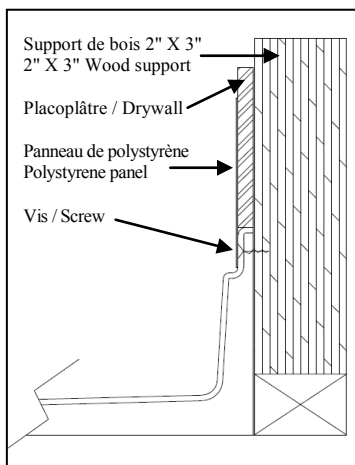
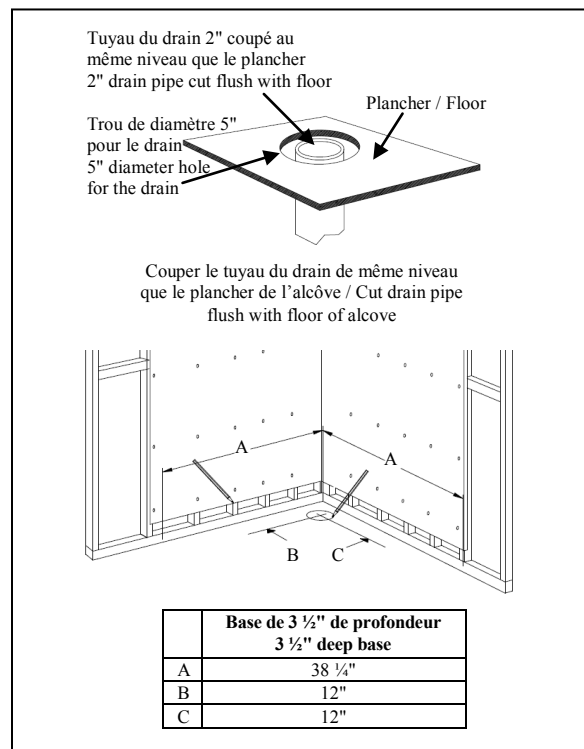
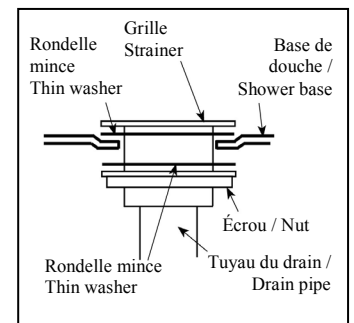

Figure 1
Figure 2
Figure 3
- Base de douche : Dans le cas d'une nouvelle construction, préparer l'alcôve en utilisant les dimensions dans la figure 2. L'alcôve devrait être encadrée avec du bois de construction 2" X 3" et couverte de placoplâtre de 1/2". Elle doit être construite d'aplomb et d'équerre pour s'assurer de la bonne installation de la douche. Si vous installez par-dessus un plancher de béton, dégagez le béton autour du tuyau du drain existant afin d'accueillir le drain et les écrous (Figure 3). Cette espace doit avoir 2" de profondeur. / *Shower base: In new construction, prepare shower alcove using dimensions shown in figure 2. The alcove should be framed in 2" X 3" lumber and covered with 1/2" drywall. It must be built plumb and square to insure proper fit of the shower. If you are installing over a concrete floor, clear away concrete around the existing drain pipe to accommodate the drain body and nut (Figure 3). This space must be 2" deep.*
Installez la base dans l'alcôve et assurez-vous qu'elle soit de niveau. Tracez une ligne repère pour la découpe du placoplâtre. Retirez la base de l'alcôve. Découpez le placoplâtre sur une longueur de 38" X 4 1/2" le long de la base, de chaque côté, selon votre ligne repère. Installez le drain dans la base selon les instructions fournies par le fabricant. Si un scellant additionnel est requis, un scellant latex/acrylique pour salle de bain devrait être utilisé. Coupez le tuyau du drain de 2" ras au plancher (Figure 2). Repositionnez la base dans son alcôve, par-dessus le drain. Percez des trous dans la bride de carrelage (3 de chaque côté) à l'aide d'une mèche à fraiser, puis vissez dans les montants muraux à l'aide de vis no. 8 X 1 1/4 (Figures 1 + 4). Mettez la grille de drain en position. / Place the base into the alcove and make sure that it is levelled. Trace a pencil line for the cutting of the drywall. Remove the base in order to cut a drywall section of 38" X 4 1/2" along the base, on each side, as per your pencil line. Install the drain body in the base according to the instructions provided by the manufacturer. If additional sealant is required, latex/acrylic caulk for bathrooms should be used. Cut the 2" drain pipe flush with the floor (Figure 2). Place the base into the alcove and over the drain pipe. Drill countersink holes through the tiling flange (3 screws on each side), then secure with no. 8 X 1 1/4 screws on the studs (Figures 1 + 4). Place strainer into position.